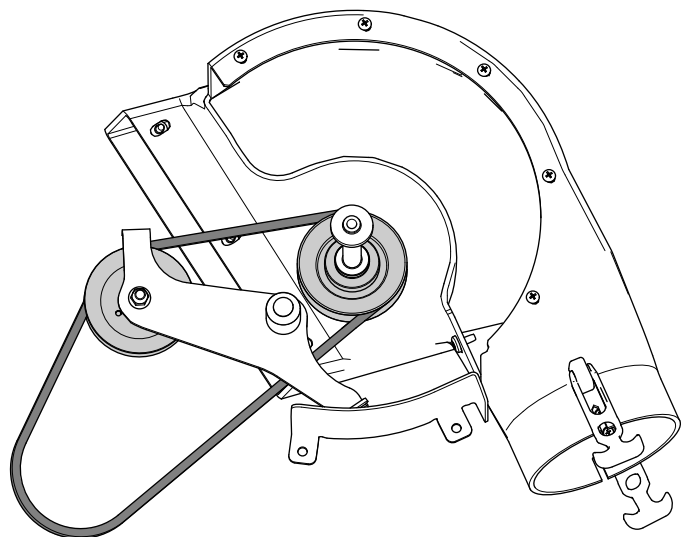

Figure 19
2. Chaussez la courroie sur les poulies dans le ventilateur (Figure 19).